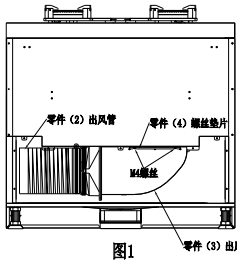
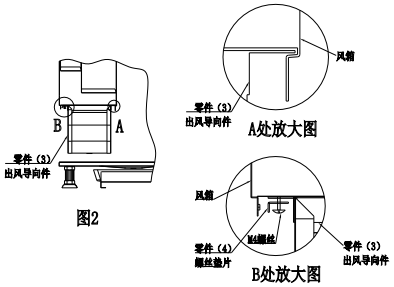

图1
图2
2、如图1所示，如需左侧排烟（机器出厂均为右侧排烟）。
第一步，拆下零件（1）和零件（5）；第二步，转出零件（2）（逆时针方向）；第三步，拧松两颗M4螺丝10圈左右，不需要完全拧下螺丝；如图2（B处放大图）所示，拔出零件（4），并沿着图1左侧大开口处拿出零件（3）；第四步，沿着图1右侧大开口处塞进零件（3），然后对齐螺丝位置先卡进后方如图2（A处放大图），再按照缺口位置塞进零件（4）并拧紧螺丝如图2（B处放大图）；（检查确保零件（3）已安装到位）；第五步，对上卡槽位转进零件（2）（顺时针方向）如图3；第六步，安装上零件（1）和零件（5）。排烟换向完成。